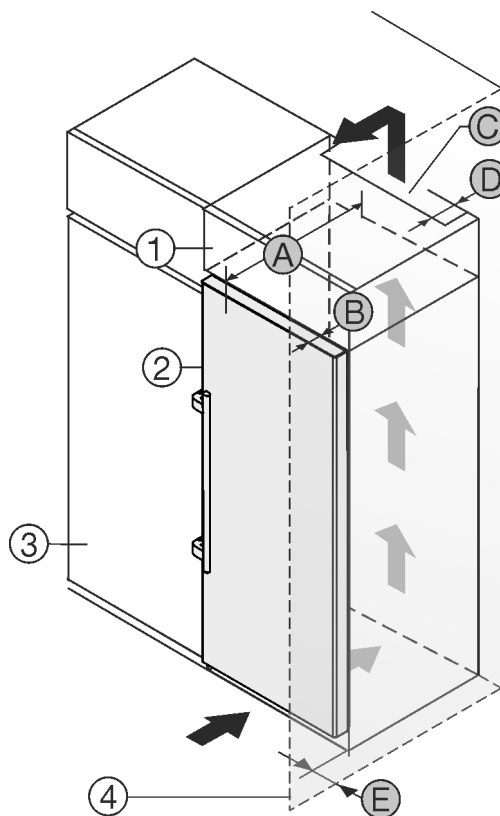

Fig. 1
- (1) 附加柜
- (2) 冰箱
- (3) 餐具柜
- (4) 墙壁
- (A) 冰箱深度
- (B) 门深度
- (C) 通风横截面
- (D) 冰箱背面间距
- (E) 到冰箱侧面的间距
您可以将冰箱直接放置在餐具柜 Fig. 1 (3) 旁边。
在附加柜背面必须有一个竖风道, 其深度 Fig. 1 (D) 应超过整个附加柜宽度。
盖板下必须保有通风横截面 Fig. 1 (C)。
如果将带铰链的冰箱放置在墙壁 Fig. 1 (4) 边, 冰箱和墙壁必须至少相距 57 mm。这取决于冰箱门打开时把手与墙壁的距离。
为了能完全打开门, 冰箱必须凸出橱柜正面一定门深度 Fig. 1 (B)。根据餐具柜 Fig. 1 (3) 的深度, 使用壁距调整垫片可以使冰箱更为凸出。